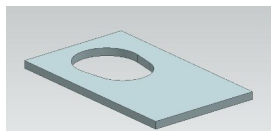

Рис.17
- Как проверить, что WAVE связь действительно существует? Предположим, что автор детали *Обстановка* совершенно независимо решил поменять контур выреза. Для имитации этой ситуации в сборке *cs_model* сделаем *отображаемой деталью* именно деталь *Обстановки*, и изменим геометрию её выреза (рис.17).